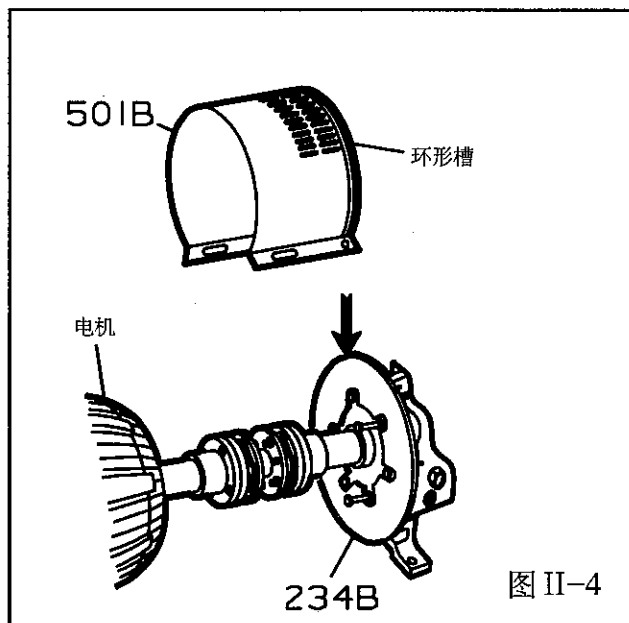
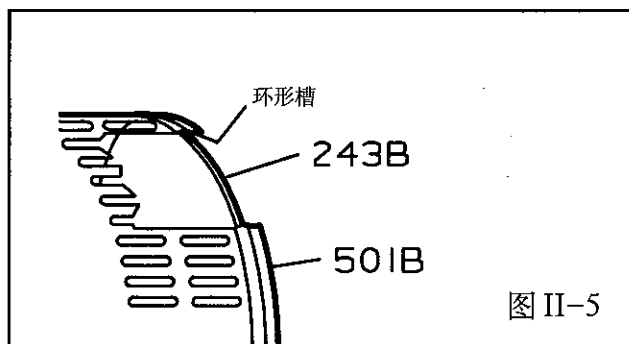

图 II-4
图 II-5
2. 轻轻地拉开底部开口的联轴器护罩并将其安装到泵端板上, 如图II-4所示。护罩上的环形槽罩在端盘上。(图II-5)
4. 从泵端的联轴器护罩上拆去剩下的螺母螺栓和垫圈, 轻轻拉开联轴器护罩并从上方取出(图 II-4)。